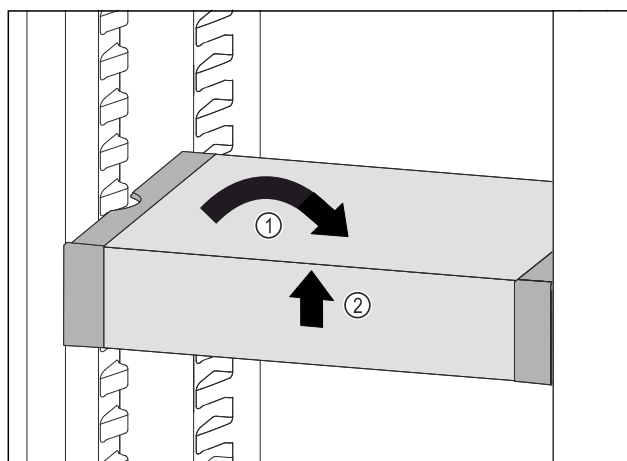

Fig. 97
- ▶ VarioSafe postavte rovno. Fig. 97 (1)
- ▶ VarioSafe nadvihnite vpredu. Fig. 97 (2)